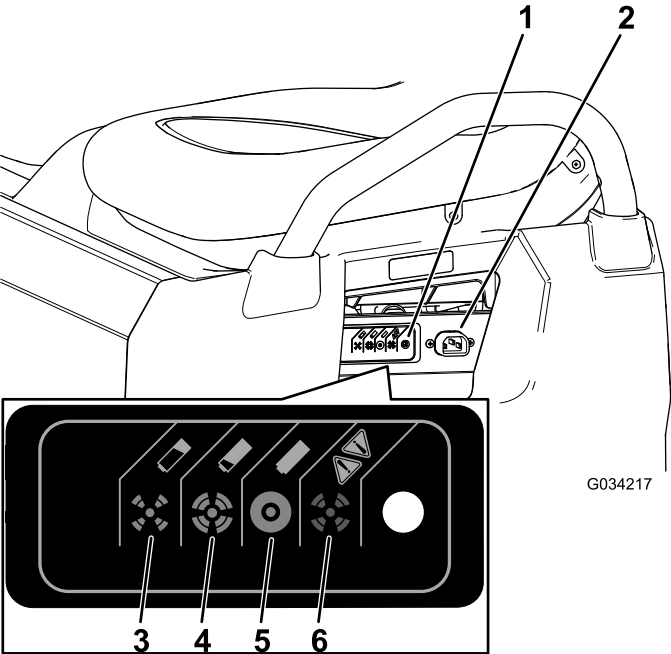

Рисунок 36
3. Подсоедините зарядный шнур типоразмера 16 (или большего диаметра), длиной 2,5 м (или более короткий) к зарядной розетке автомобиля (Рисунок 36).
Информацию о значении различных цветов индикатора статуса зарядного устройства см. в следующей таблице и на Рисунок 36.